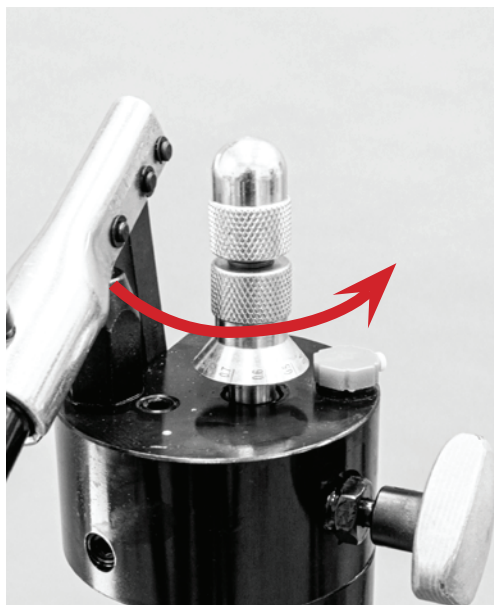

Рис. 5
3. Отведите ручку регулировки глубины на один оборот (рис. 5).